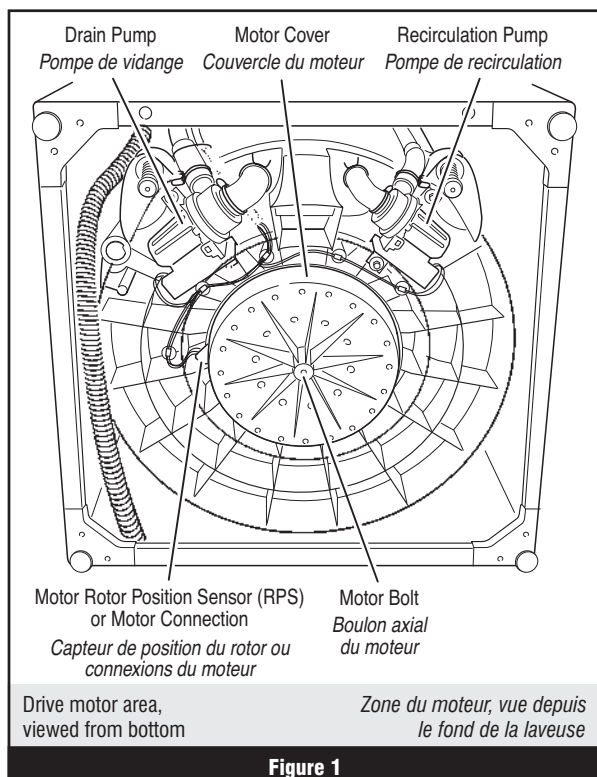

Figure 1
5. Incliner la laveuse vers l'avant pour accéder au fond de la laveuse et aux pompes. Voir figure 1, page 14.